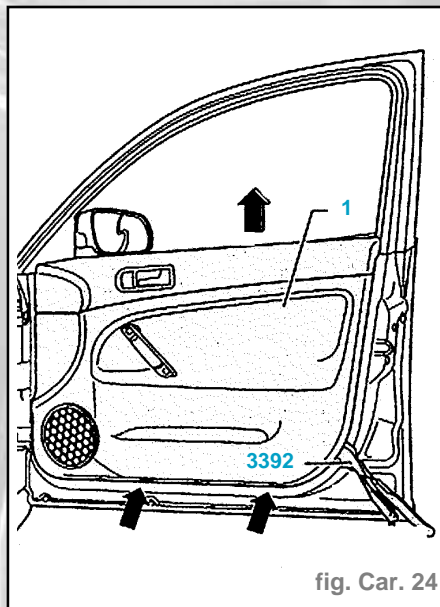

fig. Car. 24
- dévissé les (flèches) (fig. Car. 24).